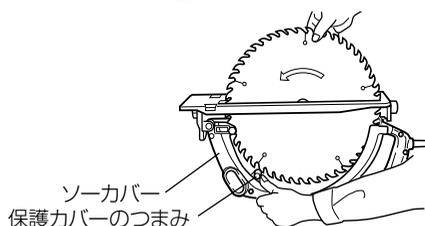

図 19
- (4) 保護カバーのつまみをもって、保護カバーをソーカバーの中に引込め(図 19)、のこ刃を取り出します。